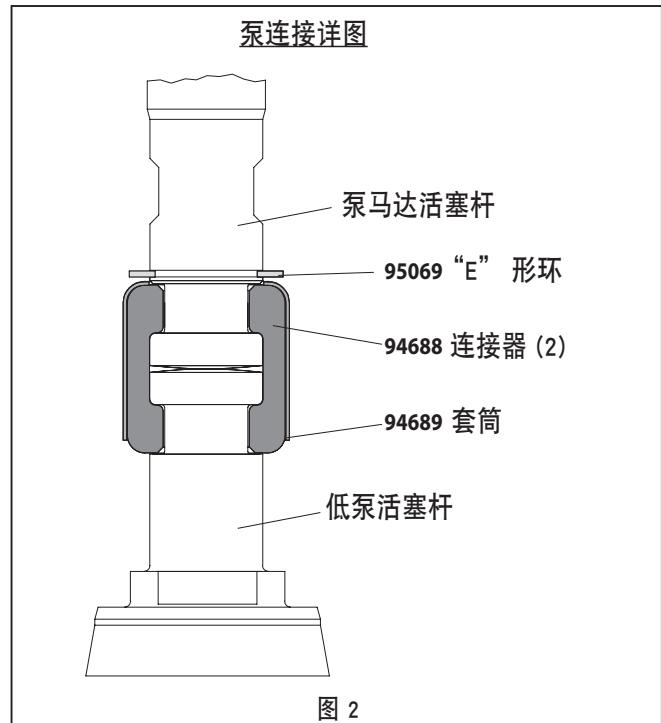

图 2
- 使用 e 环钳, 滑动挡 (95069) e 圈起来足够远允许的袖子向上移动, 并释放两个连接器 (见图 2)。放下空气马达。